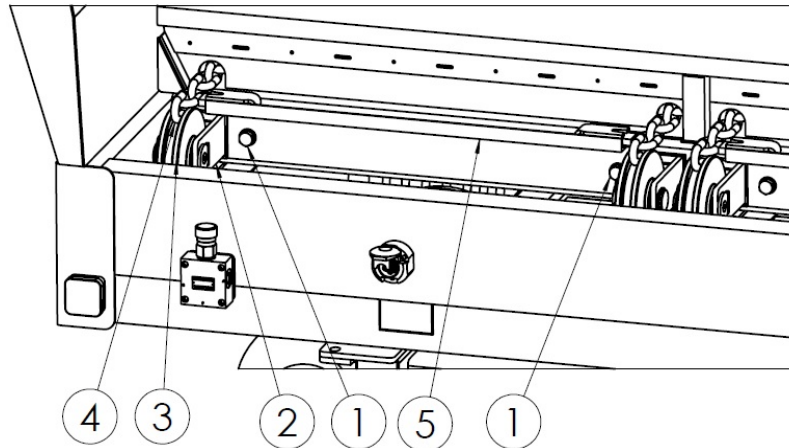

Abbildung 27. Spannen der Rollbodenketten
Die Spannung der Rollbodenketten während des Betriebs muss täglich überprüft werden, insbesondere während der Inbetriebnahme. Das Spannen der Ketten erfolgt mittels Stellschrauben an der Vorderseite des Ladekastens - Abbildung 27. Um die Kettenspannung zu erhöhen, die Einstellschrauben (1) so einschrauben, dass sich der Spannschlitten (2) mit der Spannrolle (3) nach vorne bewegt. Den Spannvorgang für beide Kettenpaare (4) unter Beachtung der gleichen Spannung durchführen.